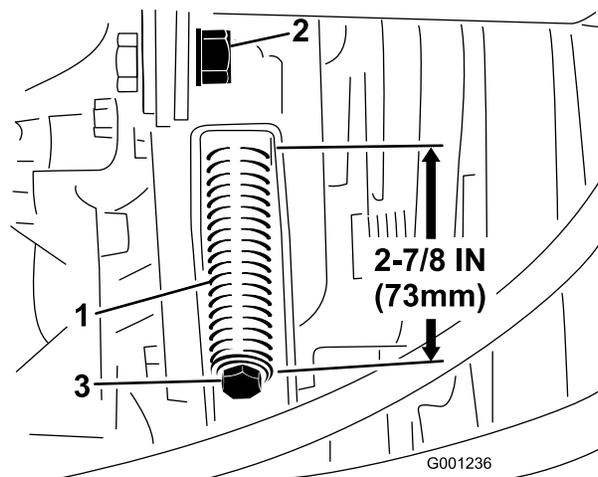

Figura 76
3. Allentate il controdado dell'asta tendicinghia (Figura 76).
4. Stringete o allentate la molla tendicinghia (Figura 76) utilizzando una chiave da 1/2" (13 mm). Regolate la lunghezza della molla a 73 mm.
4. Allentate completamente la molla tendicinghia (Figura 76) utilizzando una chiave da 1/2" (13 mm).
6. Montate la nuova cinghia della PDF e tensionate la molla della puleggia a 73 mm di lunghezza (Figura 76).
7. Serrate il controdado (Figura 76) e chiudete il cofano.